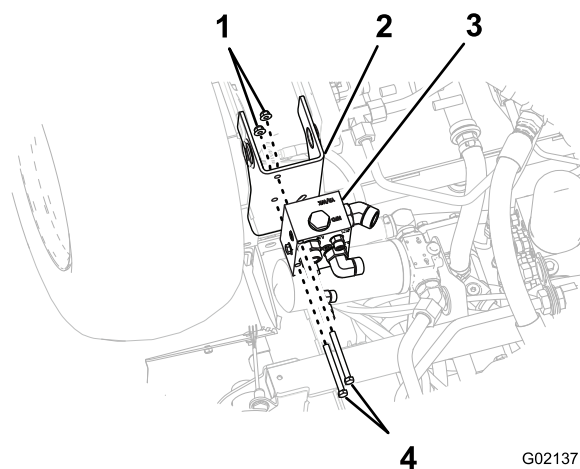

Figura 9
2. Fixe o coletor do divisor de fluxo ao suporte do chassi com os 2 parafusos de cabeça sextavada e as 2 porcas flangeadas (Figura 9).
1. Alinhar os orifícios no coletor do divisor de fluxo com os orifícios do suporte do chassi (Figura 9).